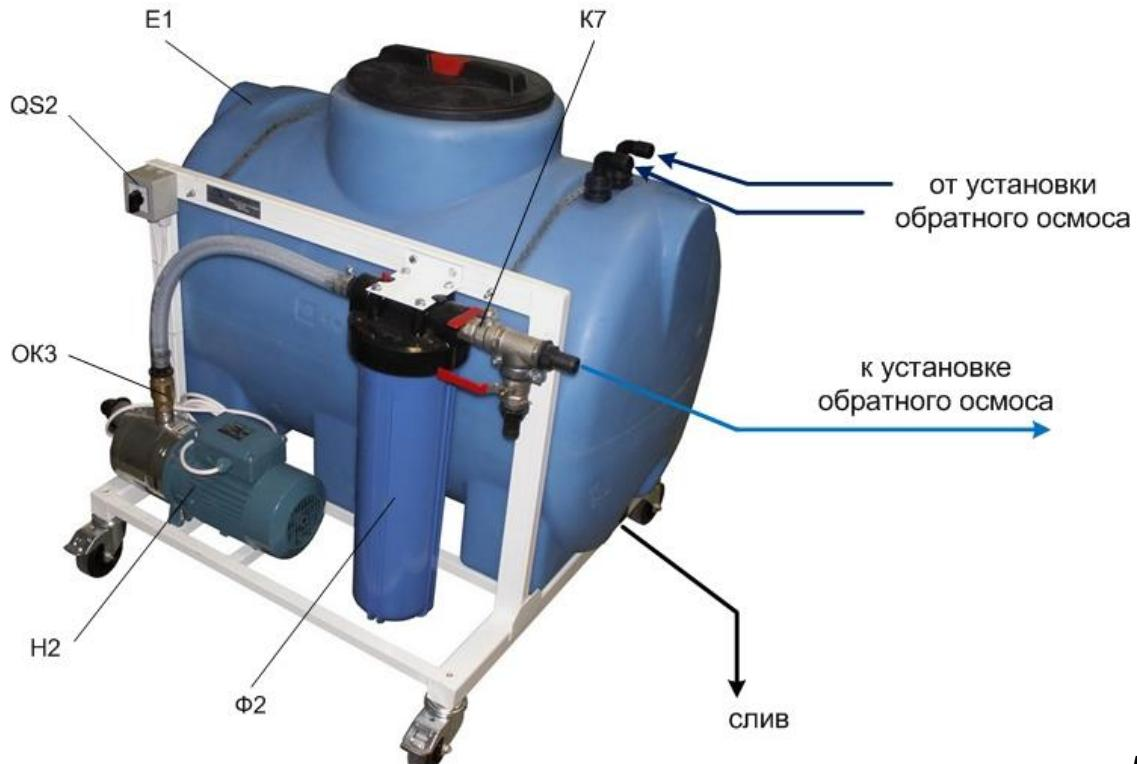

Рис.1
Блок химической промывки состоит из следующих элементов (см. рис.1):
2.1 Емкость для приготовления моющих растворов (Е1 на рис.1) служит для приготовления растворов с нужными концентрациями и как обратная емкость при промывке установок обратного осмоса. Емкость имеет два подводящих штуцера и сливной кран (К8).
2.2 Фильтр механической очистки (Ф2 на рис.1)
2.3 Насос (Н2 на рис.1) предназначен для подачи моющего раствора на установку обратного осмоса.